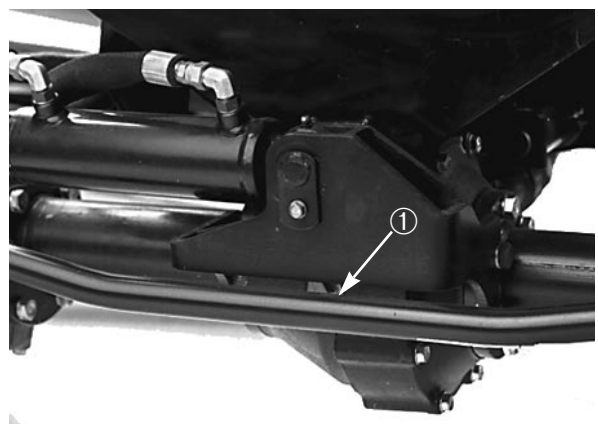

Figure 8
- Déposer l'obturateur au centre de l'essieu et contrôler le niveau. Le rectifier s'il est bas jusqu'à ce que l'huile atteigne la base de l'orifice (Fig. 8).